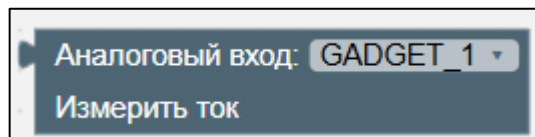

Рисунок II-43 – Блок «Аналоговый вход. Измерить ток»
6. Блок «Аналоговый вход. Измерить ток» (см. Рисунок II-43).